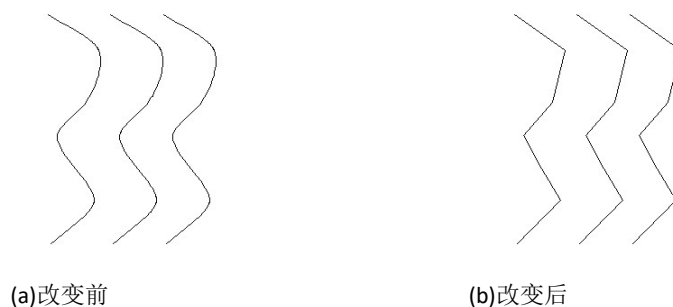

图 6-13 样条曲线变拟合多线
**3、拟合多线：**若要把样条曲线变成拟合多线，可在命令行输入“P”回车，再输入“Y”回车，系统自动把样条曲线变拟合多段线，如图 6-13 所示。